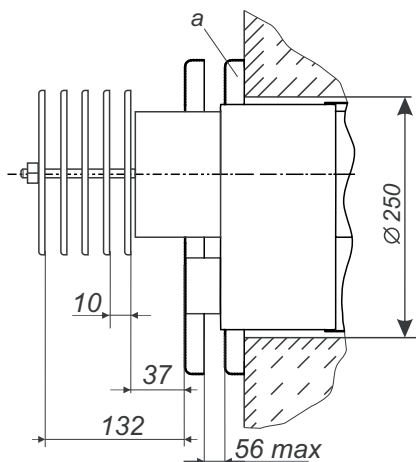

Рис. 3. Встановлення дисків димоповітряного блоку для апаратів потужністю 10-15 кВт
1 - вхідний патрубок підведення води в другий контур; 2 - газовий клапан; 3 - терміоіндикатор; 4 - стаканчик для установки балона терморегулятора і термінатора; 5 - датчик перебігу; 6 - вихідний патрубок другого контуру; 7 - патрубок підключення газу; 8 - димоповітряний блок (докладніше рис.3, 5, 5а); 9 - патрубок відводу води в систему опалення; 10 - місце установки ТЕНа (ТЕН в комплекті апарата не входить); 11 - патрубок подачі води з системи опалення; 12 - оглядове вікно; 13 - запальник; 14 - основний пальник
6.3.1. В зовнішній стіні будинку, згідно з рис. 2, пробити горизонтальний канал діаметром 190 мм для апаратів потужністю 5-7 кВт, 250 мм для апаратів потужністю 10-15 кВт (рис. 3; 5). При цьому необхідно враховувати, що для забезпечення установки та зняття апарата, а також для зняття та установки газопальникового пристрою перед фронтом апарата на відстані **не менше 1 м від стіни** не повинно бути ніяких будівельних елементів або стаціонарно встановленого обладнання.
Для апаратів потужністю 10-15 кВт на виступаючий газохід зовнішній установити набір дисків. Закріпити диск "а" до зовнішньої стіни і відрегулювати їх (рис. 3).